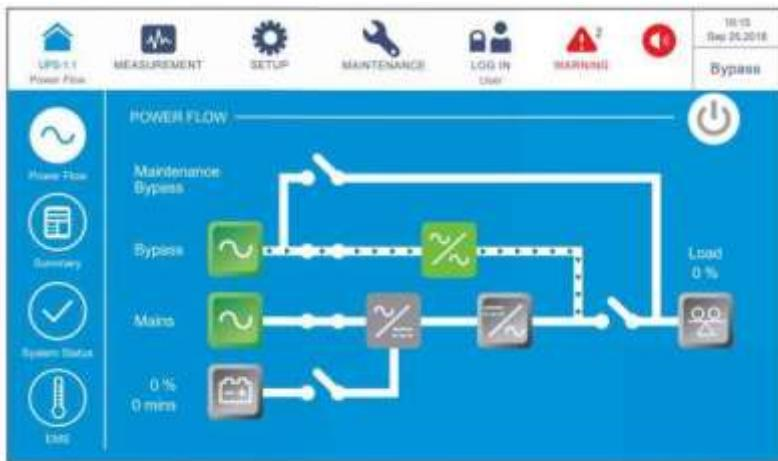

Рисунок 6-69: Экран байпасного режима
- ③ После выбора ‘YES’, ИБП прекратит внутреннее тестирование без нагрузки и перейдет в байпасный режим. В этот момент трехцветный светодиодный индикатор горит желтым, и появляется следующий экран (*Рисунок 6-69*). Расположение трехцветного светодиодного индикатора см. на *Рисунке 2-11*.